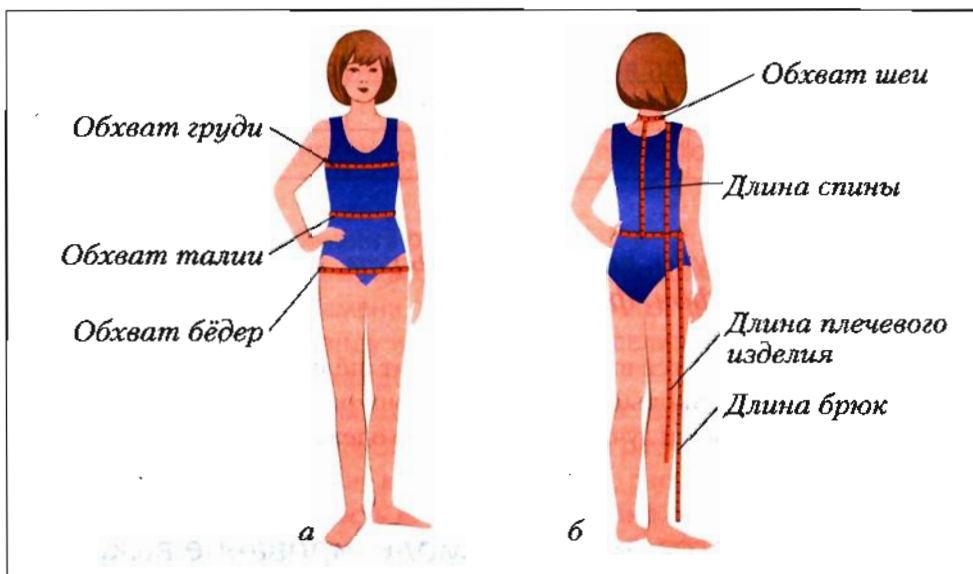

Рис. 13. Снятие мерок
Для изготовления выкройки швейного изделия нужно снять основные мерки (рис. 13).
**Обхват груди** (Ог) — сантиметровая лента проходит горизонтально, сзади — по лопаткам, через подмышечные впадины, спереди — через выступающие точки грудных желёз (рис. 13, а).
**Обхват талии** (От) — сантиметровая лента проходит горизонтально вокруг туловища на уровне талии (рис. 13, а). Эла-
*Обхват бёдер* (Об) — сантиметровая лента проходит горизонтально вокруг бёдер (рис. 13, а), сзади — по выступающим точкам ягодиц, спереди — с учётом выпуклости живота.
*Длина спины до талии* (Дтс) — сантиметровая лента проходит от седьмого шейного позвонка по позвоночнику до шнурка, фиксирующего линию талии (рис. 13, б).
*Длина плечевого изделия* (Ди) — сантиметровая лента проходит вертикально — от самой высокой точки плеча параллельно позвоночнику до желаемой длины изделия (см. рис. 13, б).
*Длина поясного изделия* (Ди) для юбки — через правую ягодицу, для брюк — по боковой поверхности бедра, с правой стороны фигуры (см. рис. 13, б).